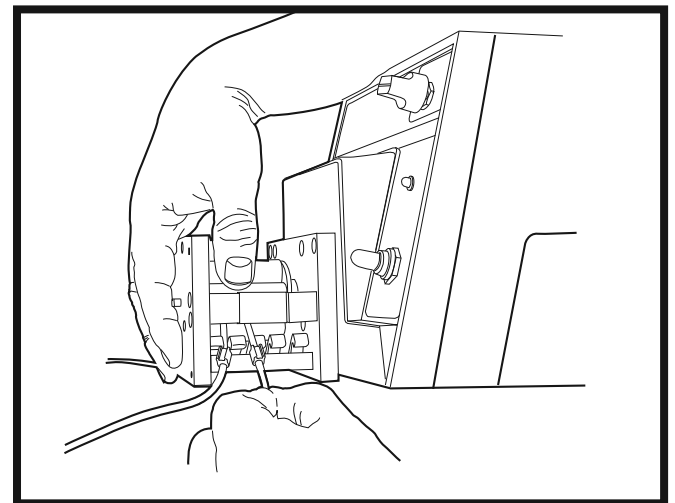

Figure 9. Tirez sur le tube depuis la fente pour libérer le collet de butée du tube.
3. Tirez sur le tube depuis la fente pour libérer le collet de butée du tube (Figure 9).